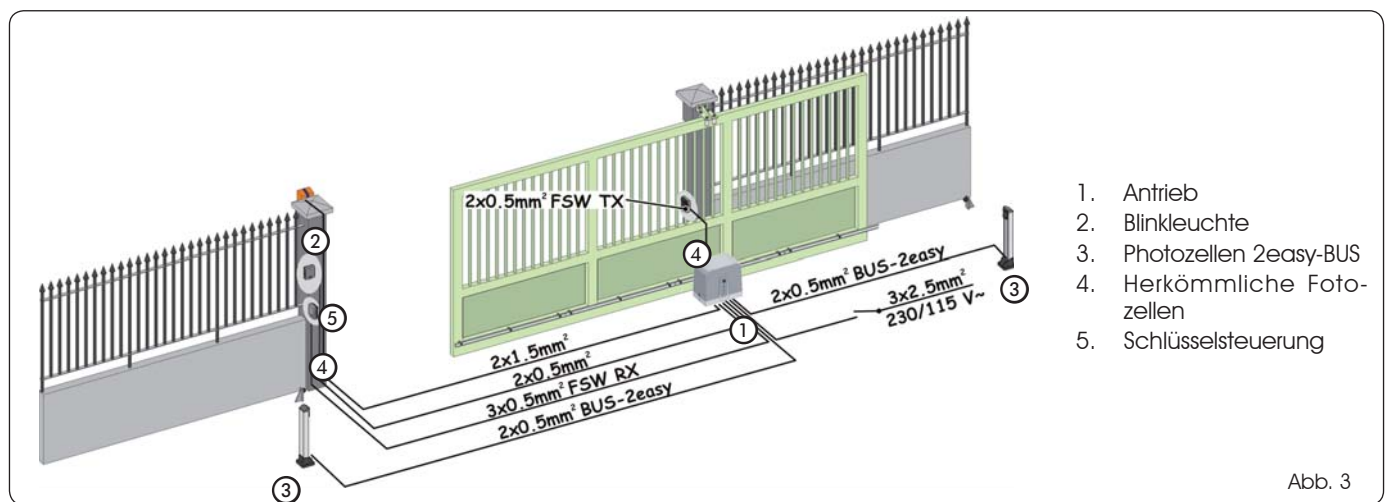

Abb. 3
4. Die Stromkabel für den Anschluss an das Zubehör und an die Stromversorgung gemäß Abb. 3 vorbereiten.
- Die Stromkabel in die Kanäle einführen und an die entsprechenden Zubehörteile anschließen. Hierzu die Angaben auf Abb. 3 befolgen.